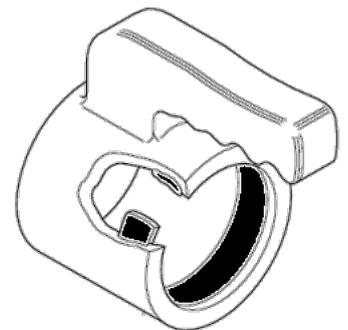

FIGURE 11 – Emplacement du silencieux
1. Tournez le collier, figure 11, afin de sélectionner le sens.